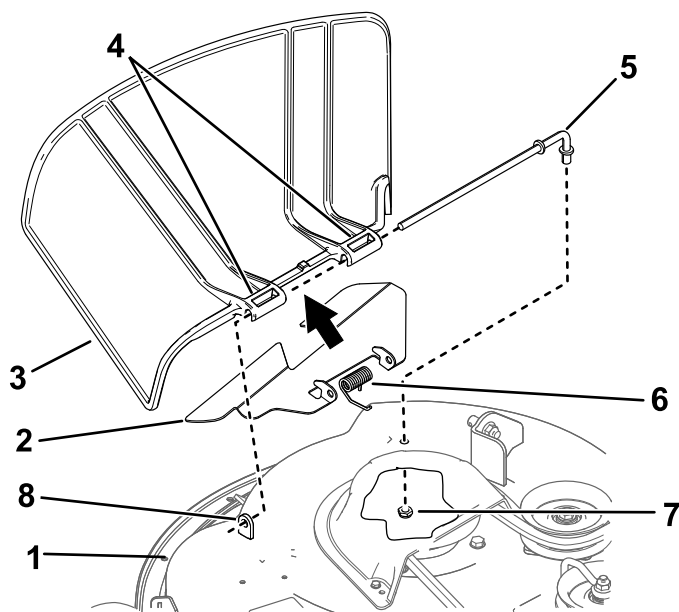

Figura 75
1. Togliete il dado ($\frac{3}{8}$ ") dall'asta sottostante il tosaerba (Figura 75).
2. Estraete l'asta dal distanziatore corto, dalla molla e dal deflettore, e dal perno del deflettore dell'erba (Figura 75).
4. Montate il deflettore dell'erba tagliata nuovo (Figura 75).
7. Fate scorrere l'asta attraverso il secondo perno del deflettore dell'erba (Figura 75).
9. Fissate l'estremità posteriore dell'asta nel tosaerba con un dado ($\frac{3}{8}$ "), come mostrato in Figura 75.